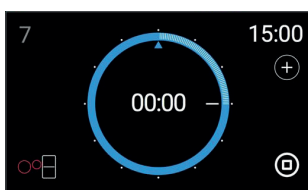

fig. 7
- 1 Dopo aver programmato il timer, premere l'icona (fig. 7): questa diventa azzurra. Togliendo il dito viene visualizzata, partendo dal bordo inferiore verso l'alto, l'opzione "Aggiungere Segnale acustico". È possibile aggiungere diversi segnali acustici ad una stessa piastra. Il "Segnale acustico" viene registrato all'interno dell'anello del timer mediante un triangolo azzurro. I segnali acustici possono essere modificati in qualsiasi momento.
- 2 Per eliminare un "Segnale acustico", far scorrere il triangolo azzurro (fig. 7), fino alla posizione 00:00 dell'anello del timer.